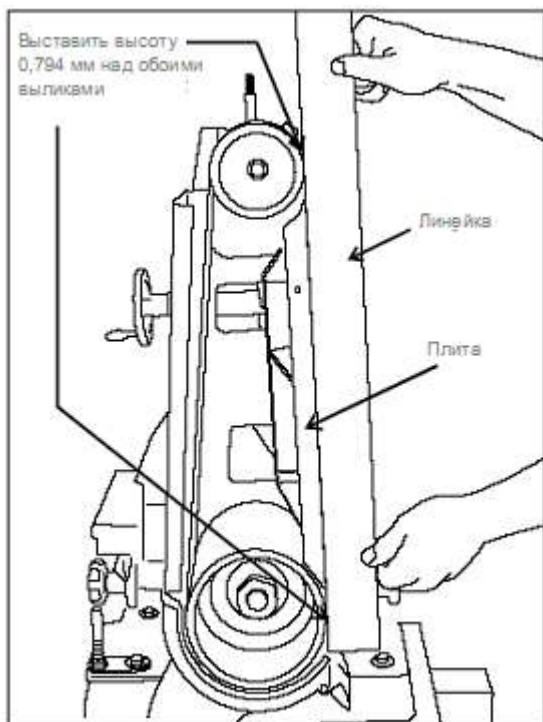

Рис. 22: Метод регулировки высоты пластины над валиками.
6. С помощью линейки, как показано на Рис. 22, выставить высоту плиты на 1/32" выше, чем края обоих валиков.